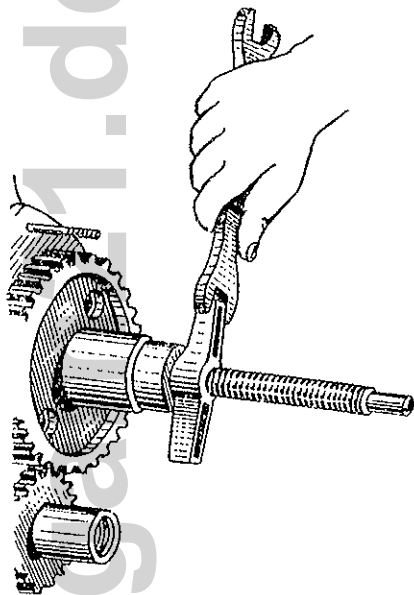

Bild 82 Aufpressen des Nockenwellenrades auf Nockenwelle
- Nockenwellenrad aufpressen (Bild 82) und mit Schraube und Scheibe festmachen;